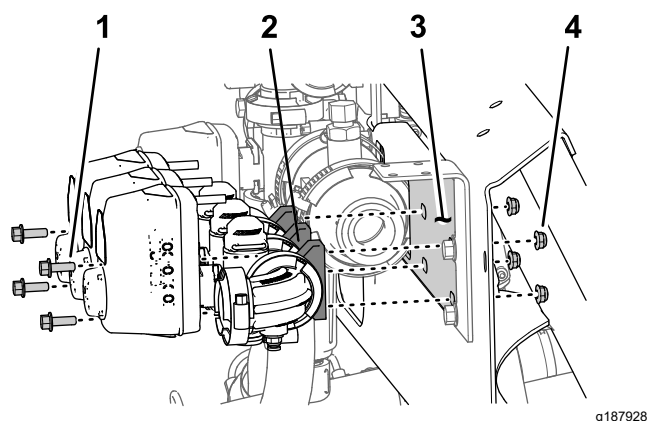

Рисунок 52
1. Удалите два болта с фланцевыми головками ($\frac{1}{4} \times \frac{3}{4}$ дюйма) и две контргайки ($\frac{1}{4}$ дюйма), которые крепят клапан правой секции стрелы к креплению коллектора (Рисунок 52).
2. Удалите два болта с фланцевыми головками ($\frac{1}{4} \times \frac{3}{4}$ дюйма) и две контргайки ($\frac{1}{4}$ дюйма), которые крепят клапан левой секции стрелы к креплению коллектора (Рисунок 52).
3. Снимите клапаны секций стрелы с крепления коллектора и отложите клапаны в сторону (Рисунок 52).